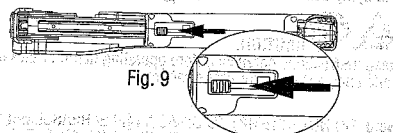

Fig. 9
• Mientras que el botón de cambio de hoja está oprimido, continúe deslizando el botón de extensión de hoja hacia adelante hasta el fin de la ranura. Fig. 9